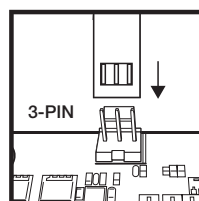

Figura 2
- > Conecte o cabo do tacômetro da bomba ao conector CPU_FAN da sua placa-mãe (Figura 2).